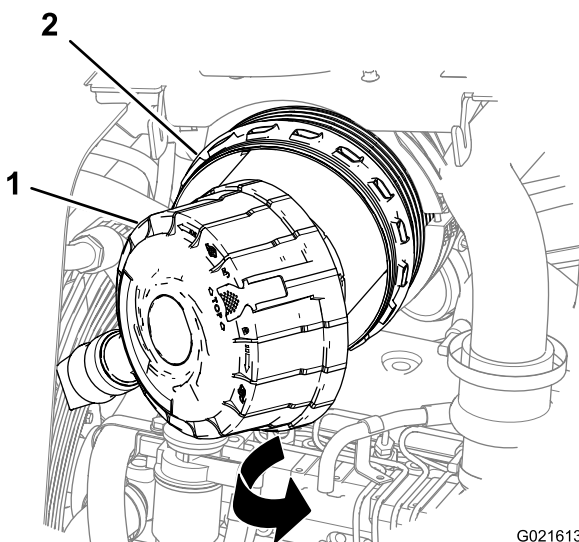

Bild 49
4. Ziehen Sie die Luftfilterabdeckung vom Luftfiltergehäuse ab, um das Gehäuse abzunehmen (Bild 49).
2. Fluchten Sie die Luftfilterabdeckung mit dem Filtergehäuse aus (Bild 49).
3. Reinigen Sie das Luftfiltergehäuse innen mit einem sauberen und feuchten Tuch (Bild 49).
3. Reinigen Sie die Innenseite des Luftfiltergehäuses mit einem sauberen, feuchten Lappen (Bild 49).